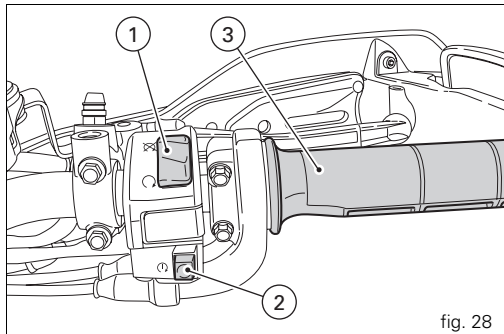

fig. 28
- 1) si le code est saisi et reconnu, le système de protection désactive le blocage moteur. En appuyant sur le bouton START (2, fig. 28 -), le moteur se met en marche.
Commutateur droit (fig. 28)
Poignée des gaz (fig. 28)